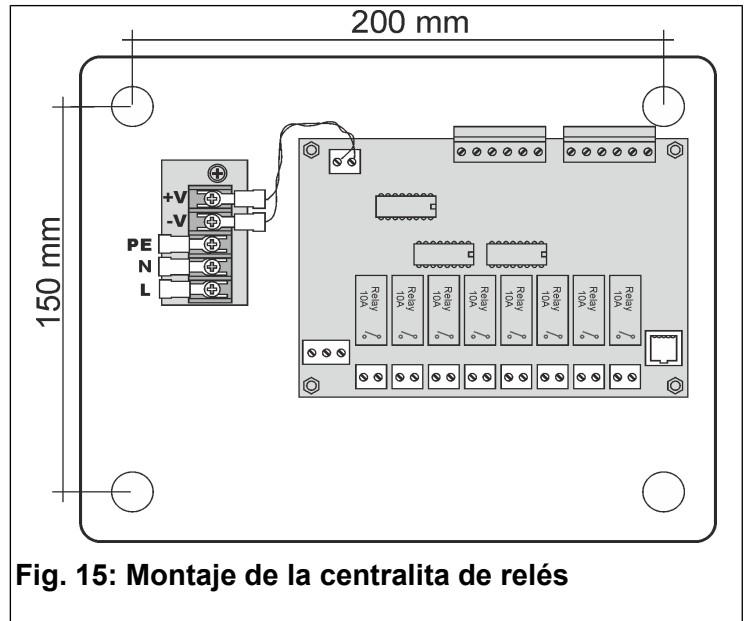

Fig. 15: Montaje de la centralita de relés
Para montar la centralita (Fig. 15):
- Fijar la centralita de relés usando los 4 agujeros del fondo (Fig. 15).
Conectar el conductor de puesta a tierra al terminal de horquilla suministrado, como se indica en la Fig. 15, indicado para cables de 0,5-1,5 mm² de sección.